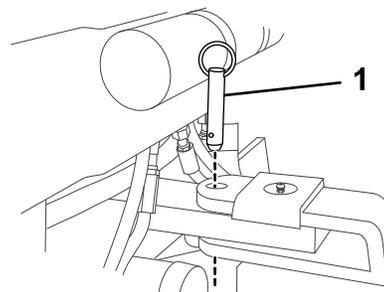
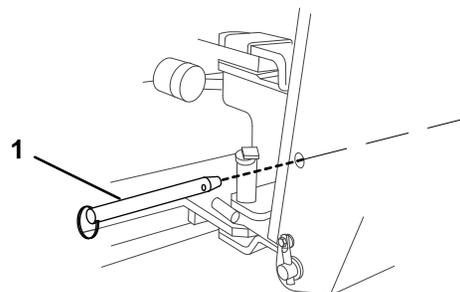

Figura 12
Figura 13
3. Fissate la barra montando i 2 perni rimossi prima delle operazioni (Figura 12 e Figura 13).